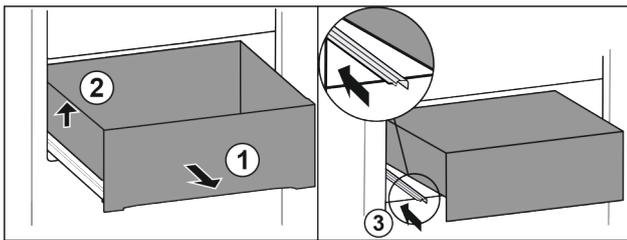

Fig. 13\*
- ▶ Schubfach vollständig herausziehen Fig. 13 (1).\*
- ▶ Schubfach links anheben Fig. 13 (2).\*
- ▶ Linke Schiene einschieben Fig. 13 (3).\*